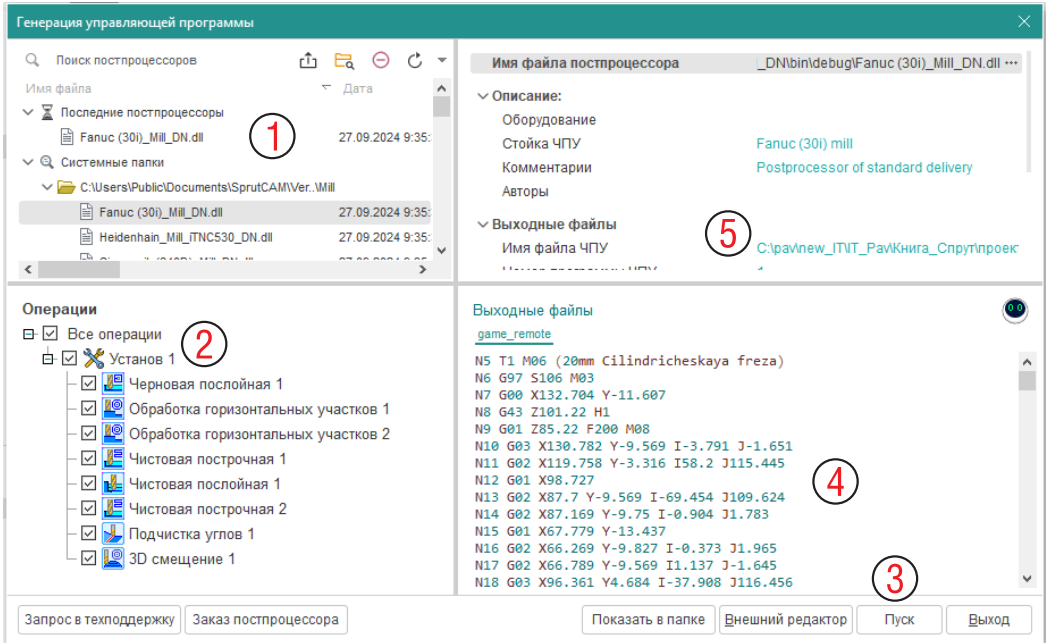

Рис. 1-7. Диалоговое окно постпроцессирования.
Нажмите на иконку Постпроцессор. В новом диалоговом окне (рис. 1-7) надо выбрать постпроцессор (в нашем случае Fanuv 30i – 1), выбрать операции (все или выборочно – 2) и нажать на кнопку Пуск (3). После окончания процесса в окне 4 появится текст УП; также будет записан файл с именем,